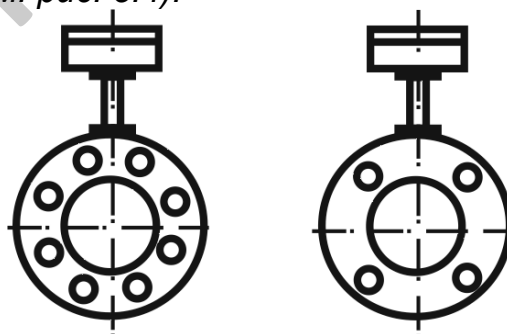

Рисунок 5.4 Расположение отверстий под крепеж ЭМПР
*Примечание – Отверстия под крепеж должны быть разнесены от вертикальной оси, что обеспечит вертикальную установку преобразователя после демонтажа габаритного макета (см. рис. 5.4).*